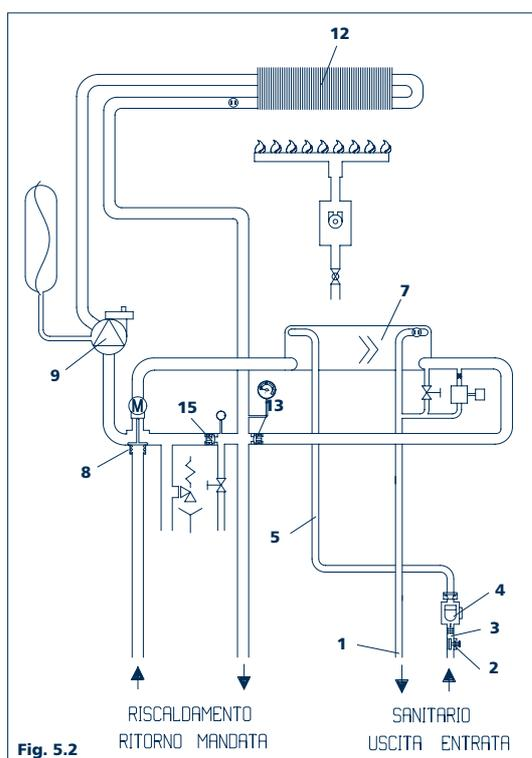

Fig. 5.2
5.2 Principio di funzionamento idraulico in sanitario (Fig. 5.2)
5.3 Principio di funzionamento idraulico in riscaldamento (Fig. 5.2)